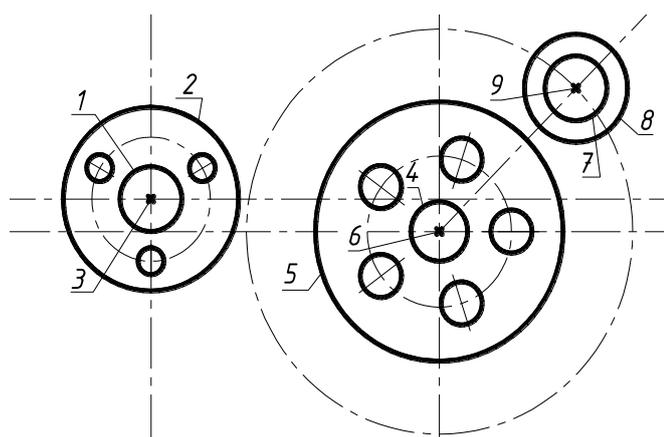
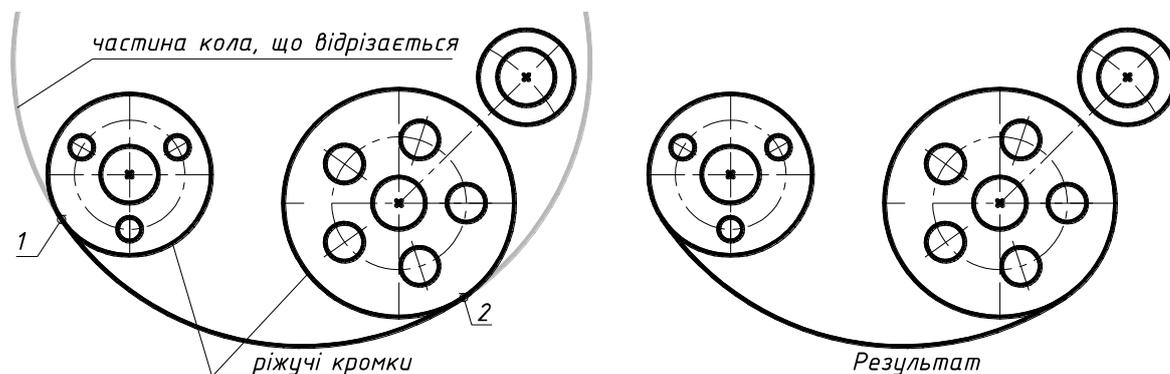

Рис.3.20
Рис.3.21
- На шарі KONTUR будуюмо контур деталі (рис.3.20). Спочатку креслимо коло 1(R12) та коло 2(R34) - відносно т.3, а потім кола 4(R11), 5(R48) - відносно т.6. Кола 7(R12) та 8(R20) креслимо відносно т.9.
- Рекомендується перед продовженням роботи відрізати осьові лінії по межі кіл командою Trim. Ріжучі кромки – кола 2, 5, 8 (рис.3.20); об'єкти, що обрізуються - осьові лінії за межами кола. Командою Erase стираються непотрібні лінії. Результат на рис.3.21.